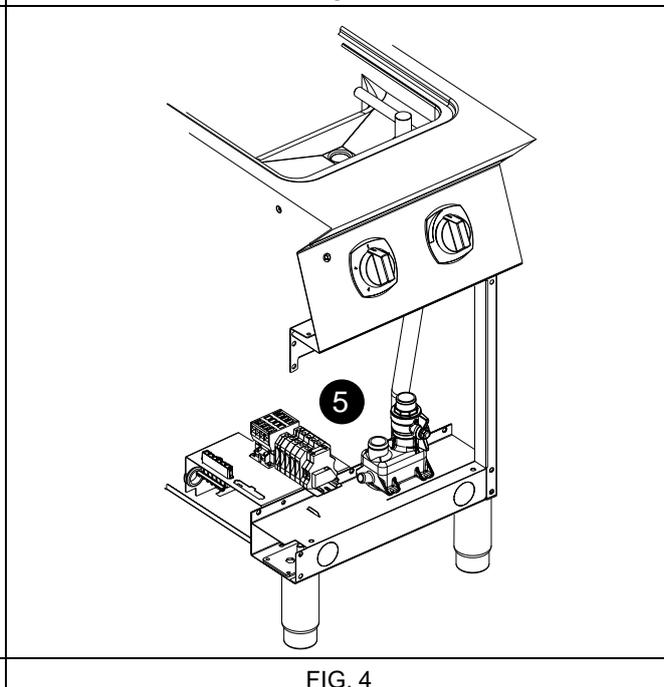

FIG. 4
- Collegare il manometro "O" (vedere FIG. 4).
5. Allacciare il cavo di alimentazione alla morsetteria come indicato sullo schema elettrico allegato all'apparecchiatura (vedere dettaglio 5 —FIG. 4).